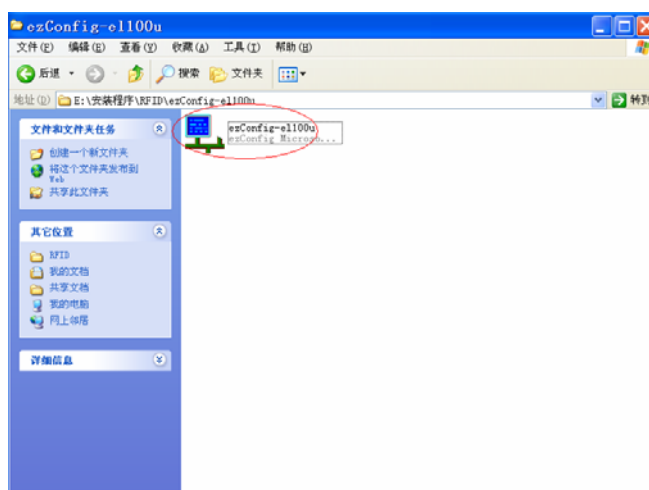

图 10
- 鼠标双击配置程序“ezConfig-el100u”所在目录下的“ezConfig-el100u.exe”文件，如图 10 所示：